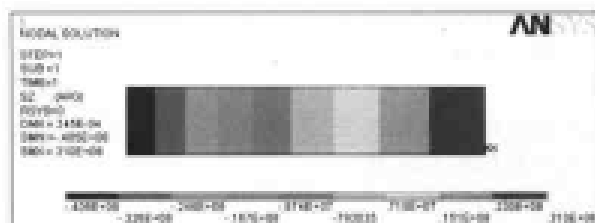

图 13-19 周向应力场分布等值线图
(3) 选择 Main Menu | General Postproc | Plot Result | Contour Plot | Nodal Solu 命令, 出现 Contour Nodal Solution Data 对话框, 选择 Nodal Solution | Stress | Z-Component of stress 选项, 单击 OK 按钮, ANSYS 窗口显示周向应力场分布等值线图, 如图 13-19 所示。